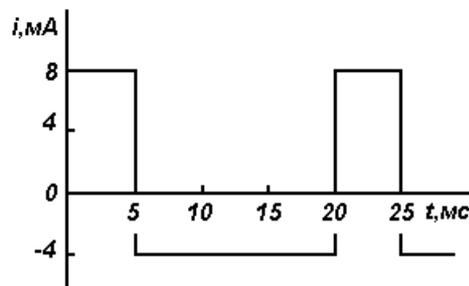

Рисунок 1.4
3. Определите показание выпрямительного миллиамперметра, имеющего двухполупериодную схему выпрямления и ток, изменяющийся по кривой, изображенной на рис.1.4. Погрешностями прибора пренебречь.